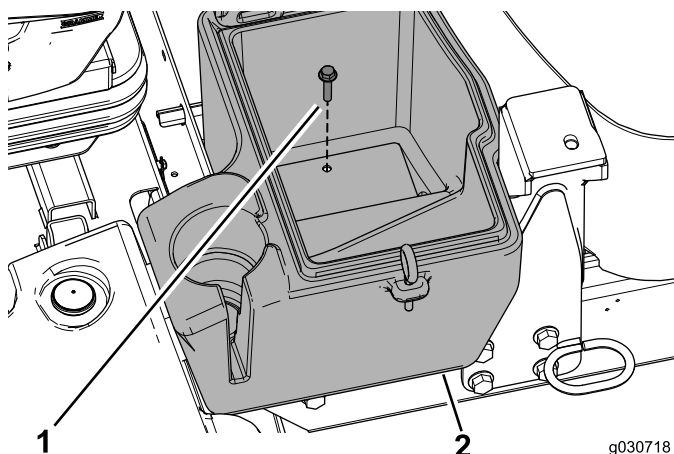

Рисунок 21
4. Присоедините отделение для хранения к машине с помощью болта (5/16 x 1-1/2 дюйма) (Рисунок 21).